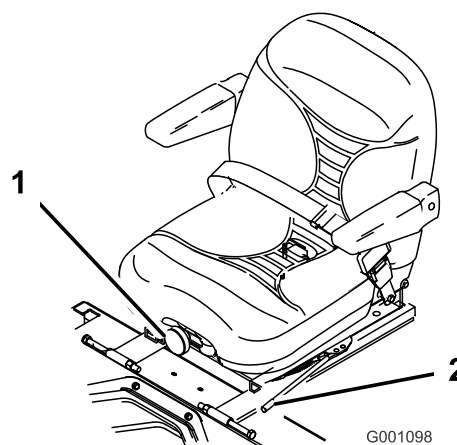

Figure 19
1. Poussez le levier de réglage sur le côté pour débloquer et régler le siège (Figure 19).
Pour ce faire, tournez le bouton avant dans un sens ou dans l'autre pour obtenir la position la plus confortable (Figure 19).